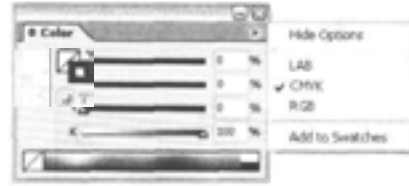

Рис. 5.58 Палитра Color
**Window ⇒ Color** (Окно ⇒ Цвет) - рис. 5.58. Для вызова палитры **Color** достаточно сделать дважды шелкнуть мышью на инструменте **Fill** (Заливка) - см. рис. 5.46. Если выбранный цвет вы собираетесь использовать неоднократно, лучше внести его в палитру **Swatches** при помощи команды **Add to Swatches** (Добавить образцы) палитры **Color**.